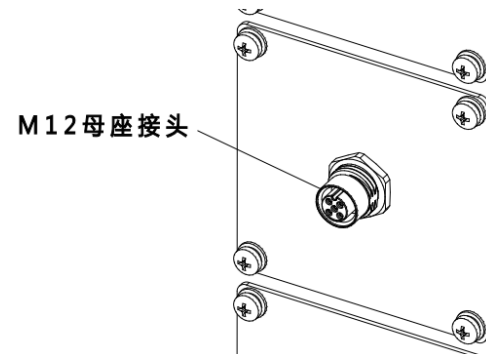

图 20-8 M12 母座接头
步骤2. 把 M12 母座接头（参考图 20-8）安装在 ① M12 接头安装板上。